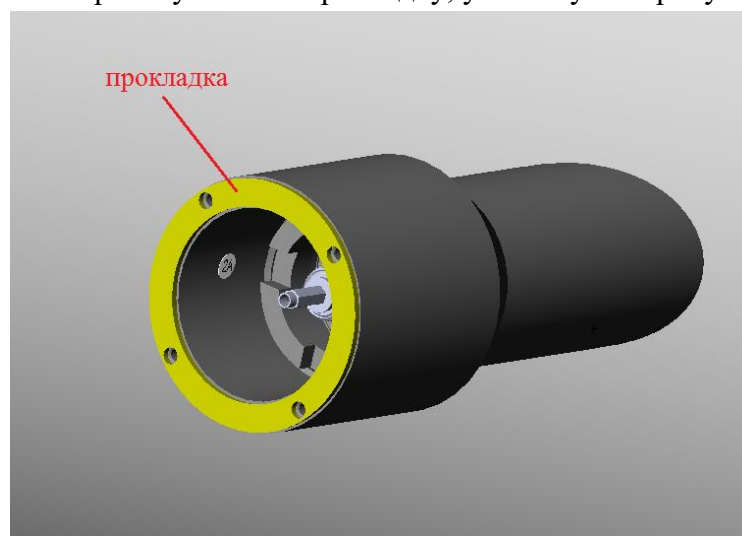

Рисунок 37 – прокладка
4.2.2.3 Отсоединить крышку и снять прокладку, указанную на рисунке Рисунок 37.